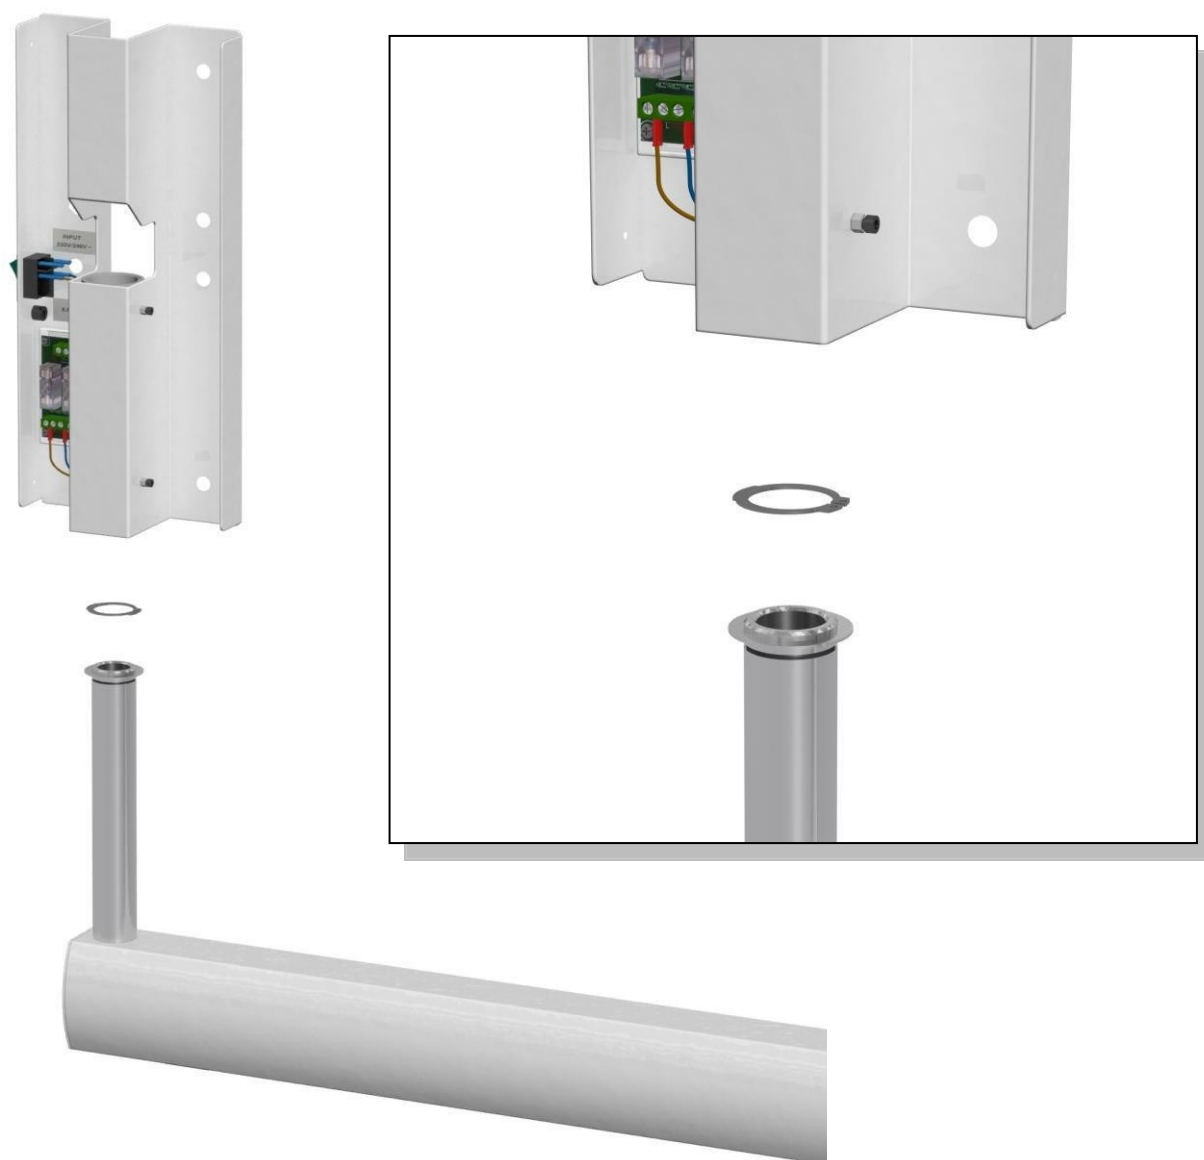

Abb. 3
- ✓ Ziehen Sie den SEGER aus der Verlängerung **(B)**, und stecken Sie ihn in die Wandplatte **(A)**, wie in Abb. 3 gezeigt.